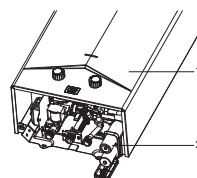

Рис. 1.
Подготовительные действия перед вводом в эксплуатацию (рис. 1).
- Перед включением водонагревателя необходимо установить батарейки (рис. 1),
- Отсек для батареек (1) находится в нижней правой части водонагревателя. Для доступа к нему снимать кожух не нужно.